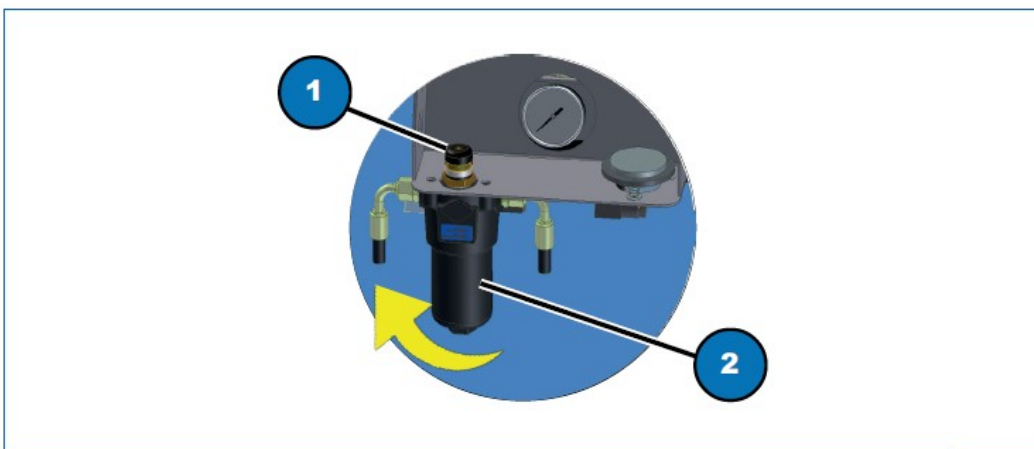

Fig. 8.3
Există un filtru în apropierea rezervorului (Fig. 8.3, 2). De fiecare dată când se folosește utilajul, verificați ca indicatorul de înfundare a filtrului (Fig. 8.3, 1) să fie verde. Această verificare trebuie să se facă în faza operațională. Dacă indicatorul este în zona roșie, schimbați filtrul. Schimbați filtrul după primele 100 de ore și apoi o dată la 3 luni sau la 500 de ore. Respectați verificările și intervalele recomandate între schimbări, deoarece înfundarea filtrului afectează starea de funcționare a utilajului și poate deteriora componentele hidraulice.
- deșurubați filtrul (Fig. 8.3, 2) folosind cheia specială dacă este necesar;